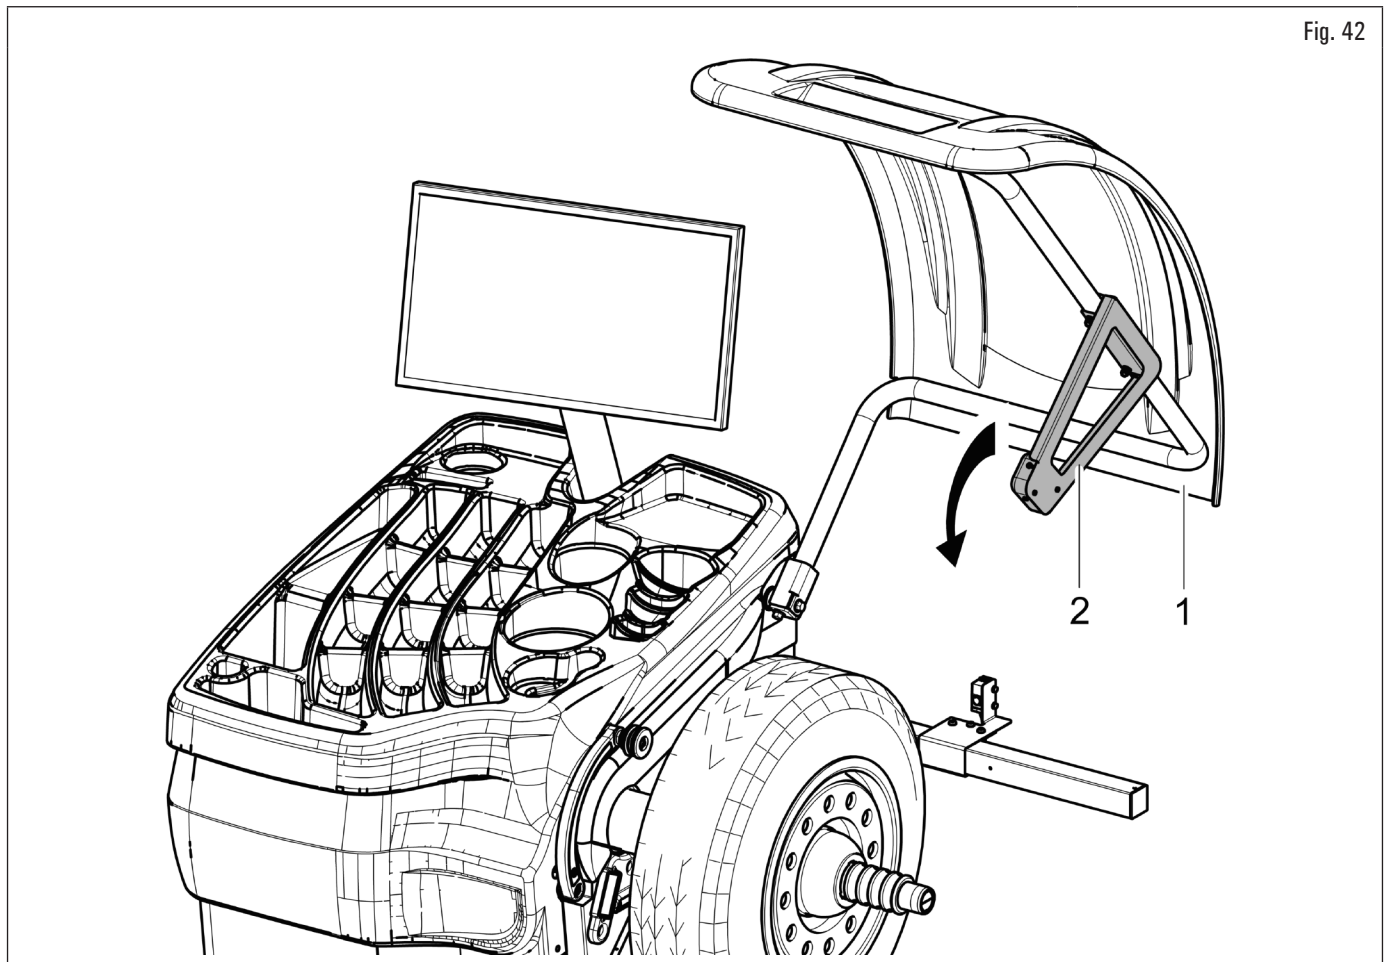

Fig. 42
Chaque fois que le carter de protection roue (Fig. 42 réf. 1) est fermé, l'ensemble mesureur automatique de la largeur (Fig. 42 réf. 2) (si présent) mesure la largeur de la roue montée sur le mandrin. le valeur relatif est mémorisé automatiquement dans le champ prédisposé dans le programme d'équilibrage choisi.
-  Chaque fois que le carter de protection roue (Fig. 42 réf. 1) est fermé, l'ensemble mesureur automatique de la largeur (Fig. 42 réf. 2) (si présent) mesure la largeur de la roue montée sur le mandrin. La valeur relative est automatiquement stockée dans le champ désigné du programme d'équilibrage choisi (si la jante est en aluminium (ALU) la valeur de la largeur n'apparaît pas).